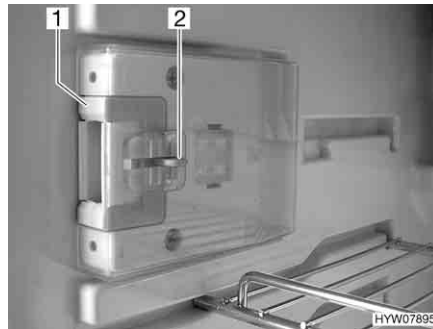
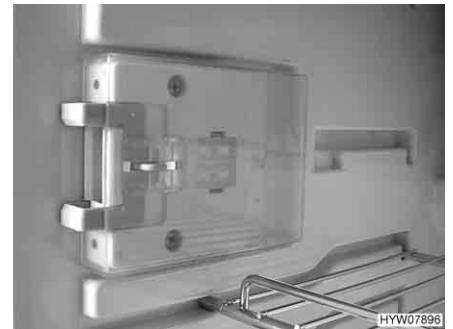

Bild 171 Låsanordning i normalläge
Bild 172 Låsanordning i ventilationsläge
■ Tryck in frigöringen (Bild 171,2).
■ Skjut låsanordningen (Bild 171,1) framåt (Bild 172).